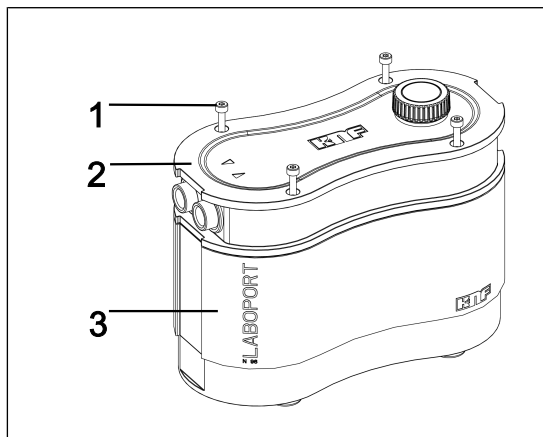
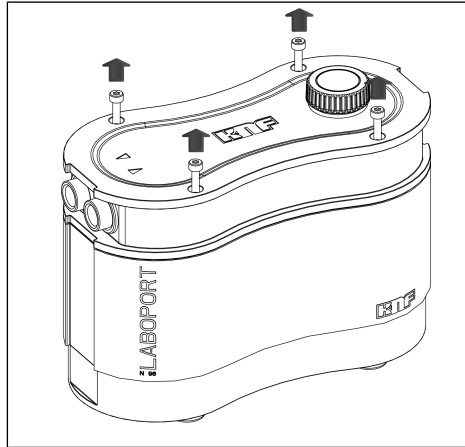
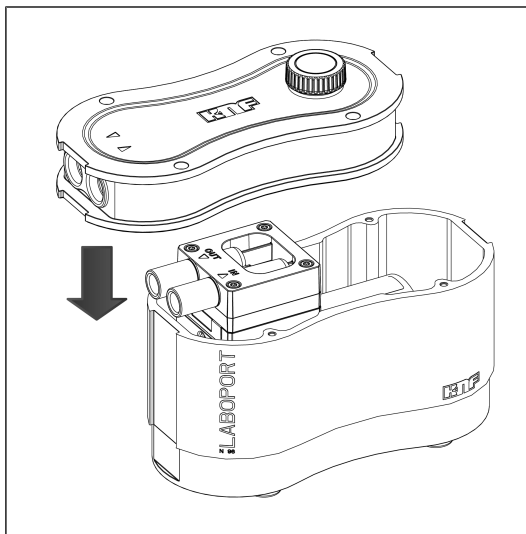

Abb.6: Gehäuse öffnen
Abb.7: Gehäuseschrauben lösen
Abb.11: Gehäusedeckel aufsetzen
1. Lösen Sie die vier Gehäuseschrauben (Abb. 6/1) und entnehmen Sie diese aus dem Gehäusedeckel (2) (siehe Abb. 7).
1. Setzen Sie den Gehäusedeckel (Abb. 6/2) vorsichtig auf das Pumpengehäuse (3) (siehe Abb. 11).